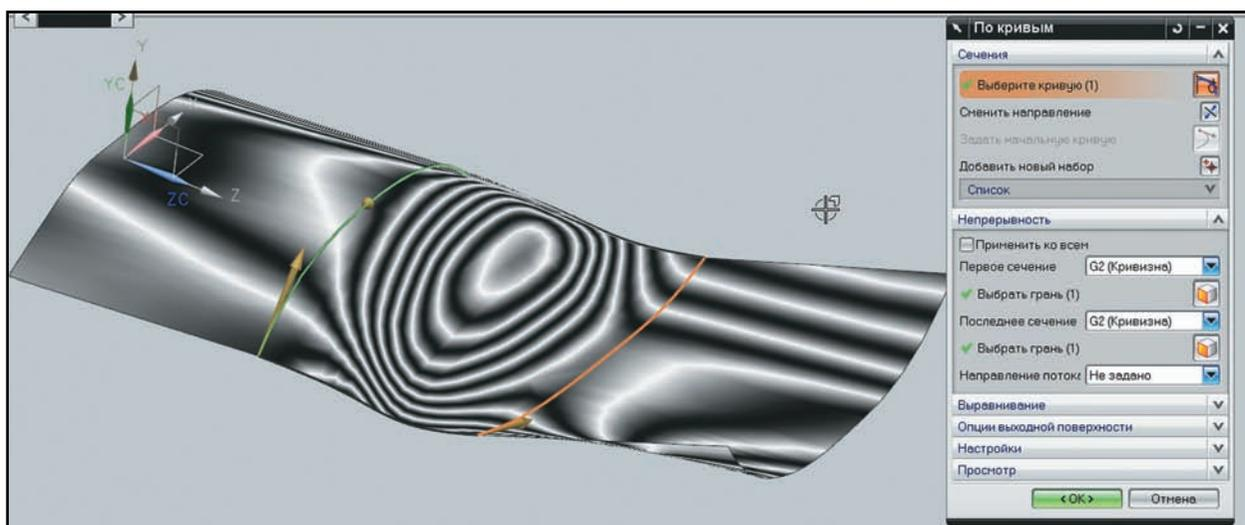

Рисунок 3.13 Анализ стыков с условием сохранения кривизны
- Нажмите кнопку **Отмена (Cancel)** в диалоге анализа и двойным щелчком на построенной поверхности вызовите диалог команды **По кривым** для её редактирования. В блоке **Непрерывность** поменяйте значение опций сопряжения на **G2 (Кривизна) (Curvature)** для обеих границ. Поверхность будет перестроена, и анализ на основе отражённого света покажет, что теперь нет нарушений по кривизне на всех переходах (рис. 3.13).